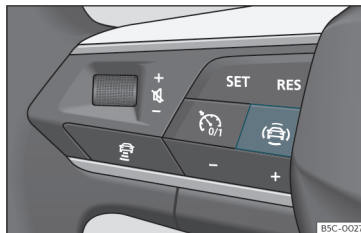

Fig. 58 Lato sinistro del volante multifunzione: chiave per i sistemi di assistenza alla guida (a seconda delle versioni).
- Premere il tasto»» fig. 58 per aprire il menu **Assistenti**.